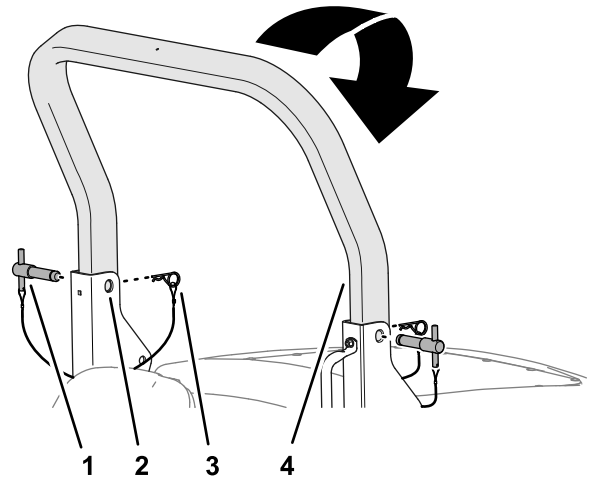

Figure 26
2. Retirez les goupilles fendues des axes de l'arceau de sécurité dans les supports de pivot du cadre (Figure 26).
3. Soutenez le poids de la partie supérieure de l'arceau de sécurité pendant que vous retirez les axes des supports de pivot (Figure 26).